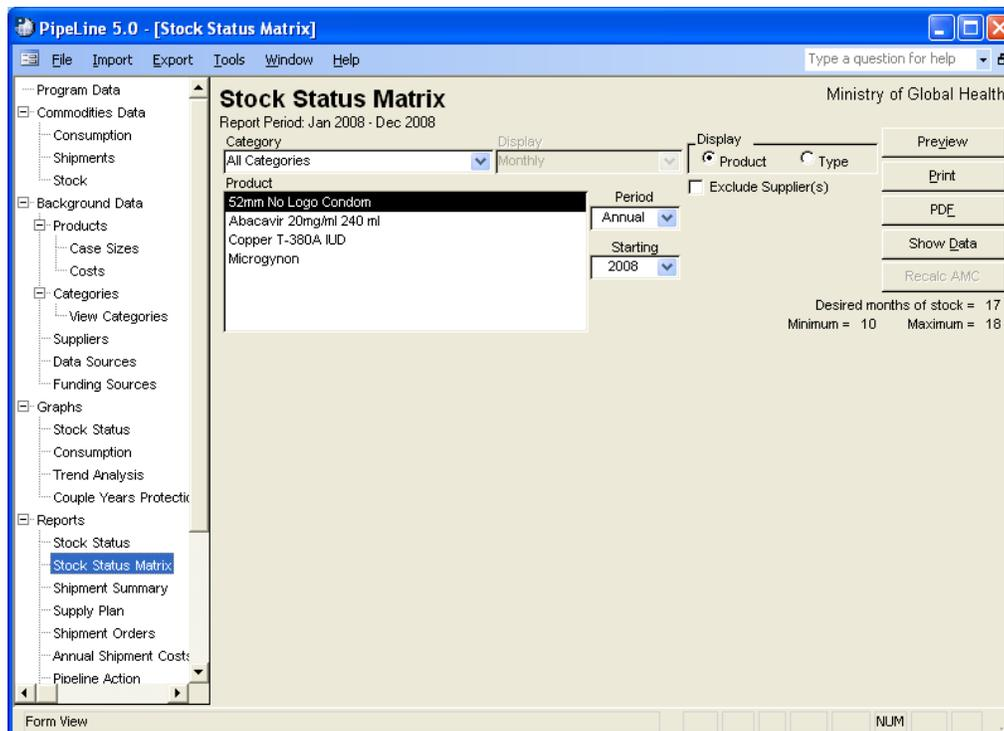

Figura 24—Pantalla de Matriz de Situación de Existencias
1. Haga clic en la opción de la Vista de Árbol Matriz de Situación (debajo de Informes) para visualizar la pantalla Matriz de Situación de Existencias (vea la Figura 24).